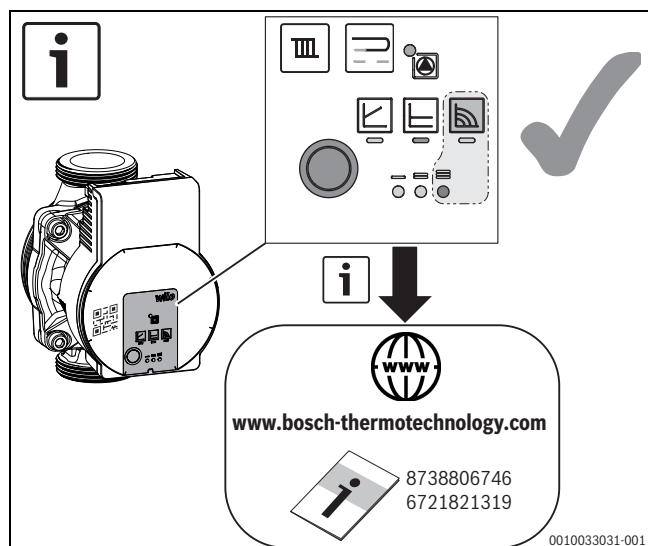

Fig. 16 Réglage de la pompe (exemple)
- ▶ Régler la pompe sur le niveau 3 (→fig. 16).
- Régler la pompe sur le niveau 3 (→ fig. 16).